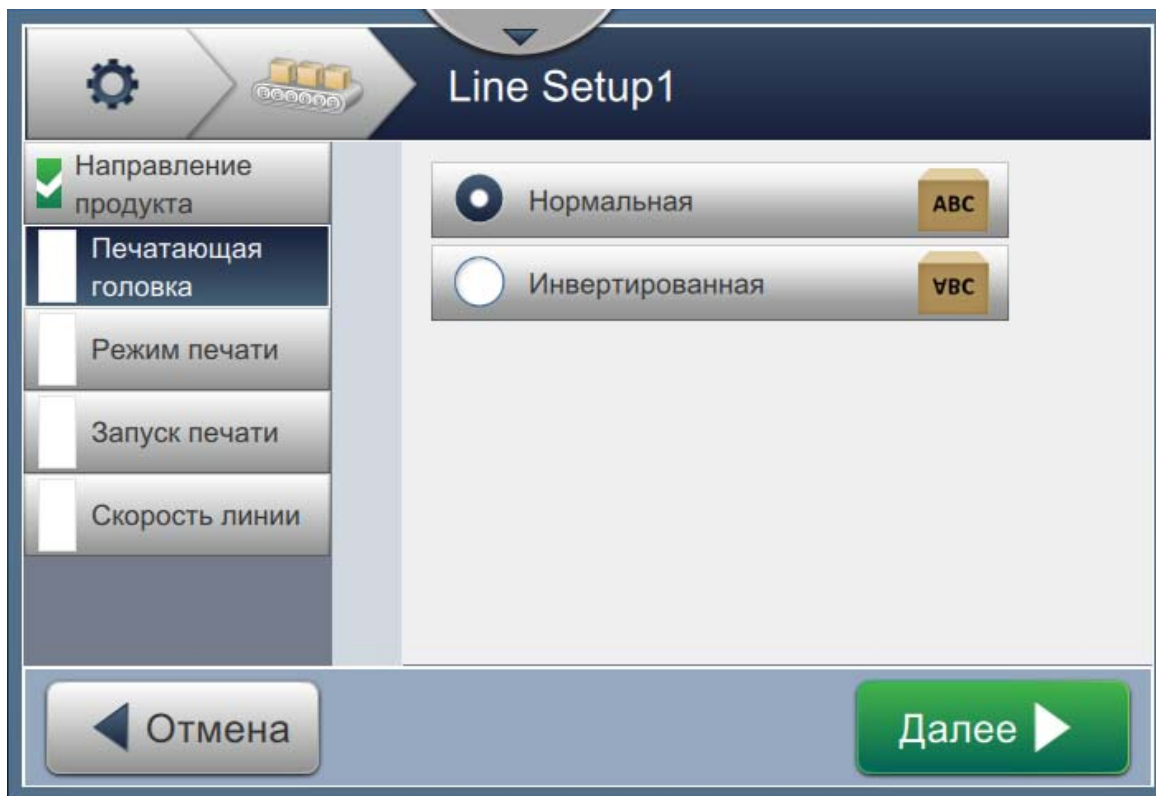

Рис. 6-28. Наладка линии — ориентация печатающей головки
1. Выберите ориентацию печатающей головки, как показано на Рис. 6-28.